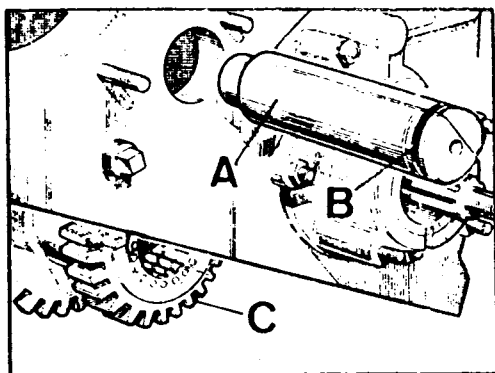

Fig. C1-27 Desmontaje del eje intermedio
- 1.5. Sujetar el piñón intermedio con la mano mientras utilizando el extractor especial 262772 y 192232, se extrae el eje intermedio, A (Fig. C1-27) completo con el anillo-retén de aceite, B. El piñón intermedio, C, se extraerá por la parte inferior de la caja, teniendo cuidado de que los cojinetes de rodillos no se separen de dicho piñón.